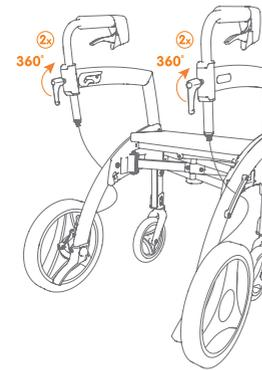

Figura 16A: Apriete las manetas de ajuste.
- f. Vuelva a apretar las manetas de ajuste en el sentido de las agujas del reloj (Figura 16A y 16B). Compruebe que el pasador del freno de mano está totalmente enganchado en la posición correcta